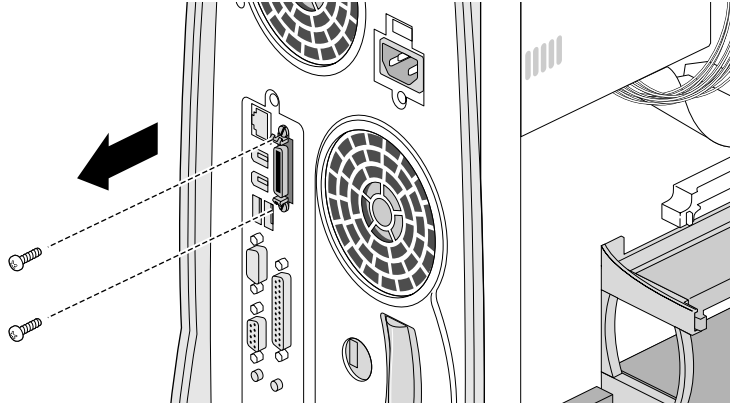

図 5-8 モニタオプションカード用ネジの取り外し
4. カード固定用の2本のネジを背面パネルから取り外します(図5-8)。